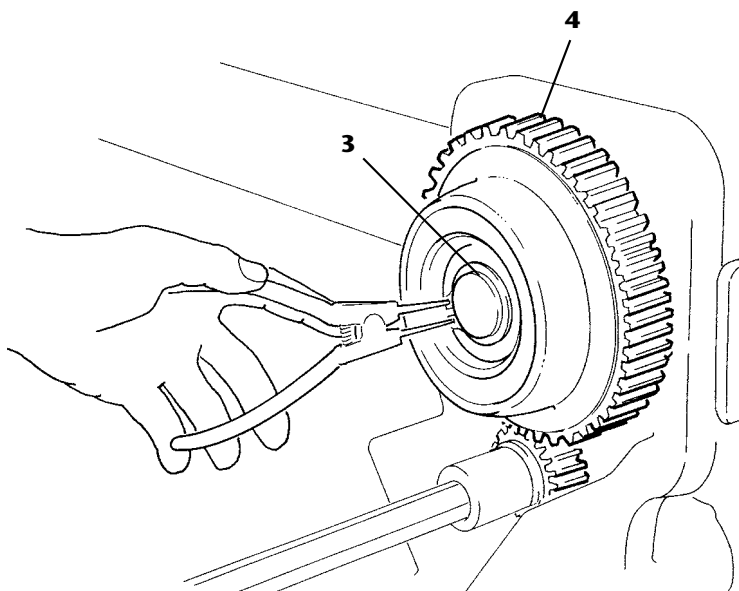

fig. 220
*Per la sostituzione delle ruote procedere come segue: (fig. 220).*